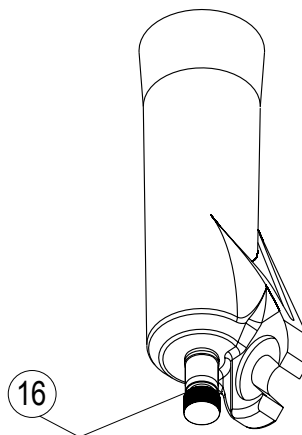

Figura 5
Para regular a velocidade de retorno utilize o botão (16) que esta localizado na parte inferior do monobloco na perna hidráulica – vide Figura 5. Gire o botão (16) no sentido horário para deixar o retorno mais lento e no sentido anti-horário para deixar mais rápido.